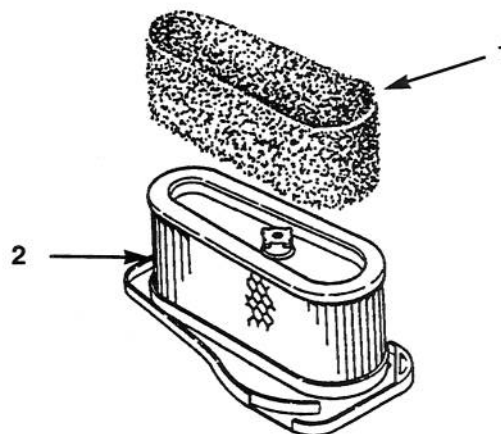

Figure 28
4. Retirer l'élément en mousse de l'élément en papier avec précaution (Fig. 28).
1. Glisser avec précaution l'élément en mousse sur l'élément en papier du filtre à air (Fig. 28).